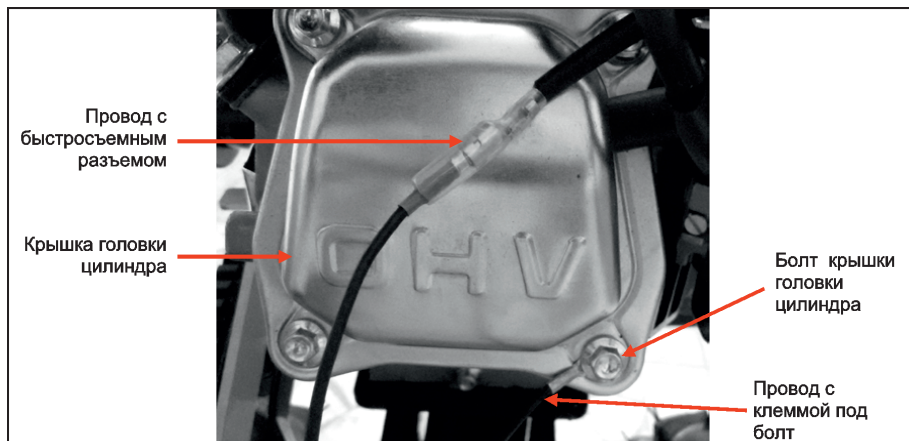

Рис. 7
9. Подсоедините два провода выключателя двигателя. Провод с быстроразъемным разъемом необходимо подсоединить к проводу с таким же быстроразъемным разъемом (Рис. 7). Провод с клеммой под болт необходимо подсоединить к крышке головки цилиндра, используя болт крепления крышки (Рис. 7).